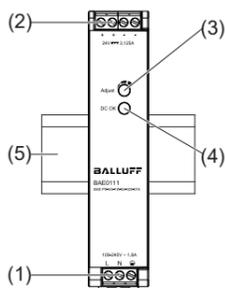

Figure 1
2. Gerätebeschreibung (Abb. 1)
5.1. Anschluss der Eingangsklemmen (Abb. 1, Abb. 5)
5.2. Anschluss der Ausgangsklemmen (Abb. 1 (2))
Verwenden Sie die Schraubklemmen „+“ und „-“, um den 24Vdc-Anschluss herzustellen. Am Ausgang stehen 24Vdc zur Verfügung. Die Ausgangsspannung kann am Potentiometer zwischen 21,6 und 26Vdc eingestellt werden. Die grüne LED „DC OK“ zeigt die korrekte Funktion des Ausgangs an (Abb. 1 (5)). Das Gerät verfügt über einen Kurzschluss-, Überlast- und Überspannungsschutz, der auf 26,4-33,6Vdc begrenzt ist.